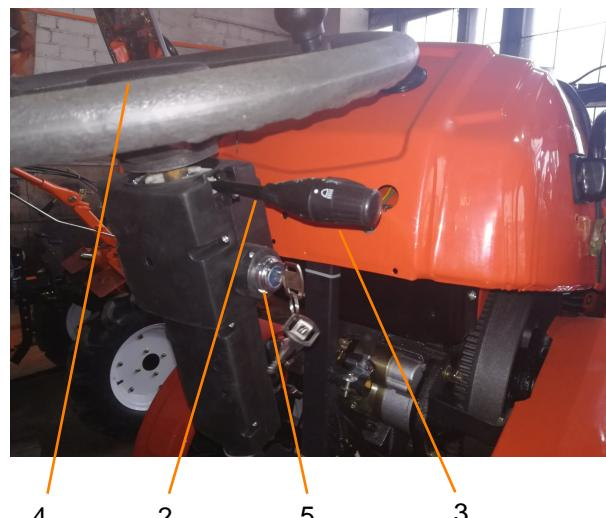

Рис. 2.3. Освещение, устройства сигнализации и панель приборов тракторов с электрозапуском.
2.2.3. Амперметр (рис. 2.3.)
2.2.4. Включатель освещения (рис. 2.3.).
2.2.5. Переключатель сигналов поворота (рис. 2.3.)